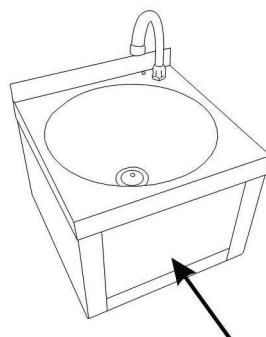

Fig. 3
- Pour actionner le lave-mains, appuyer sur la plaque avant avec le genou (fig. 3).